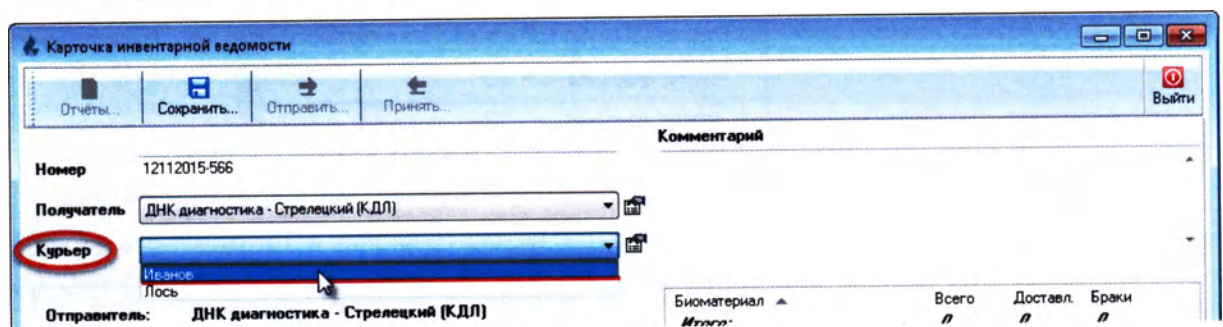

Рисунок 1.6
3. Выберите курьера (Рисунок 1.6):